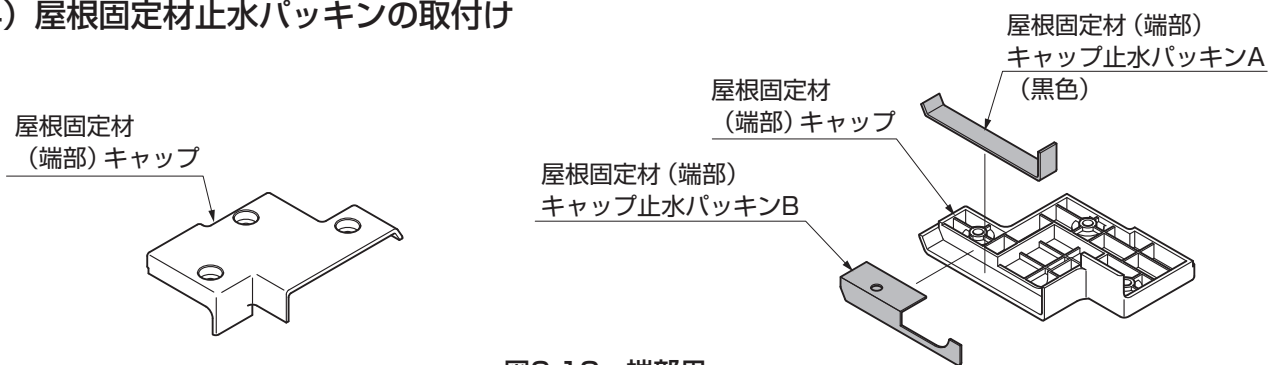

図9-12 端部用
- ①屋根固定材 (端部) キャップ 止水パッキンA、Bを屋根固定材 (端部) キャップに貼付けてください。(図9-12参照)